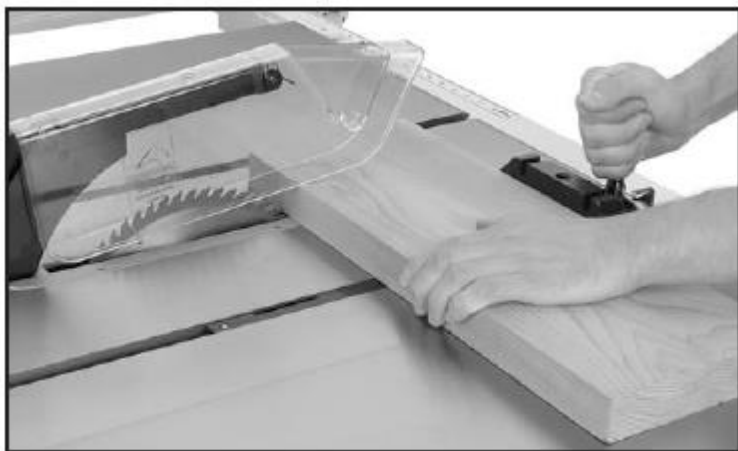

Рис. 43. Типовая операция поперечного резания
7. Прочно прижимать заготовку к плоскости поворотной головки (как показано на рис. 43) и пропускать ей через пилу до полного прохода.